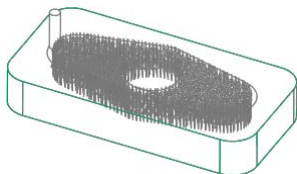

图 3.9.10 刀具行走路线
Step3. 单击对话框中的  按钮, 观测刀具的行走路线, 如图 3.9.10 所示。